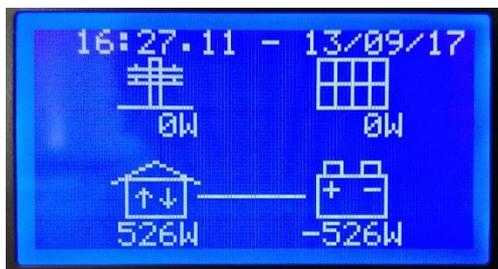

Figura 26 - Schermata iniziale
9. Premere il tasto “ESC” fino a quando non si torna nella schermata principale con le 4 icone (Figura 26).